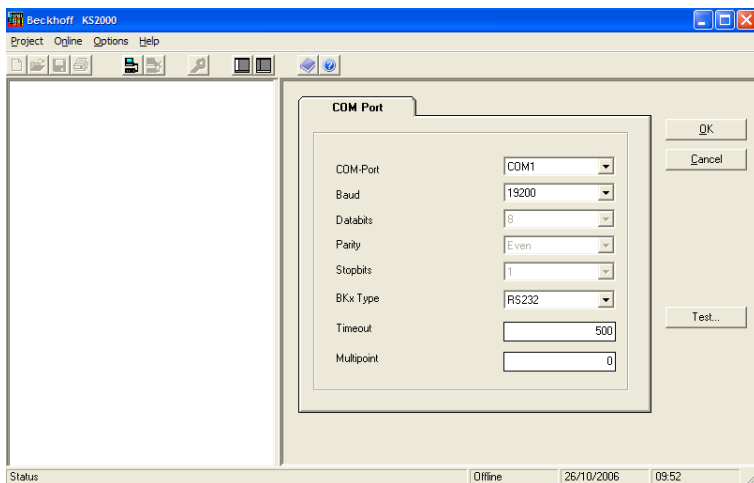

Рис. 10-2 Окно настройки связи
3. Откроется окно, показанное на Рис. 10-2.